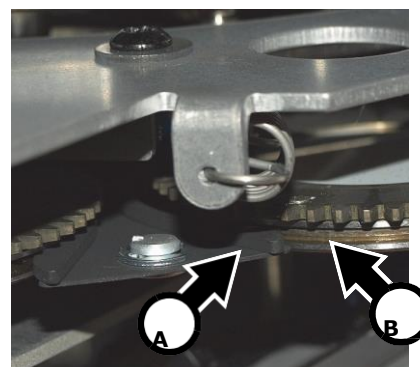

Рисунок 24: Клип гобо
13. См. рисунок 24. Толкнуть держатель гобо обратно в клип, чтобы захваты клипа (A) встали в пазы (B) вокруг держателя гобо, а магнит встал напротив выбранной Вами контрольной точки. Повернуть держатель гобо пальцем, чтобы проверить, хорошо ли клип его держит, и должным ли образом совмещаются зубья держателя гобо с зубьями синей приводной шестерни в центре колеса гобо.